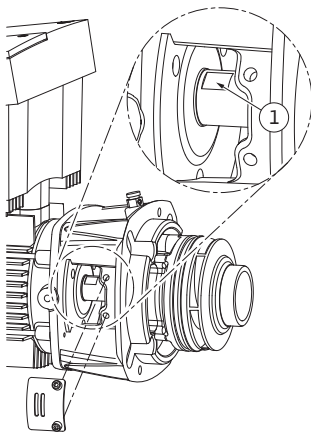

Fig. 51: Sleutelvlakken op de as
15. Een steeksleutel, optimale sleutelwijdte 22 mm, in het lantaarnstukvenster brengen en de as aan de sleutelvlakken vasthouden (Fig. 51, pos. 1). De waaiermoer (Fig. 7, pos. 15) eruit draaien. De waaier (Fig. 7, pos. 16) wordt automatisch van de as getrokken.
24. Bij de montage van de waaier een steeksleutel, optimale sleutelwijdte 22 mm, in het lantaarnstukvenster brengen en de as aan de sleutelvlakken vasthouden (Fig. 51, pos. 1).